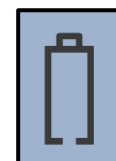

Fig. 1A
1. Mettre votre outil sous tension, vérifier si le symbole de pile s'affiche dans le coin supérieur gauche de l'écran. Si tel est le cas (Fig. 1A), consulter la section « Entretien et maintenance de la pile rechargeable » à la page 11. Si le symbole de pile ne s'affiche pas, la pile est chargée.